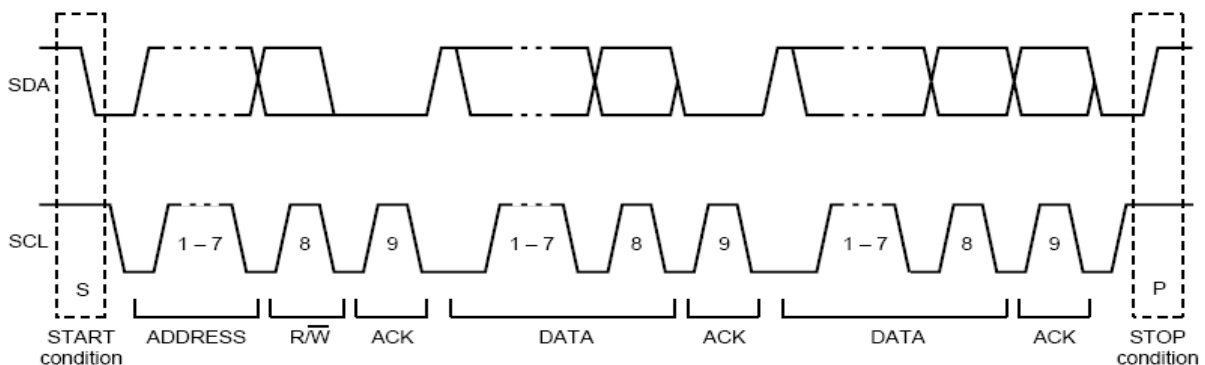

Fig. 11-2: RW bit in the 8th bit after IIC address
**RW1:** 如模块被设置为 Mstart 或 Rstart bit，该位将被作为从机方的 RW 发送，它在 IIC 地址之后的第 8th 位显示，如 Fig. 11-2。它用来告诉从属模式中将来的通信的方向。如设置为 1，模块在主模式中为接收方，如是 0，模块在主模式中为传输方。